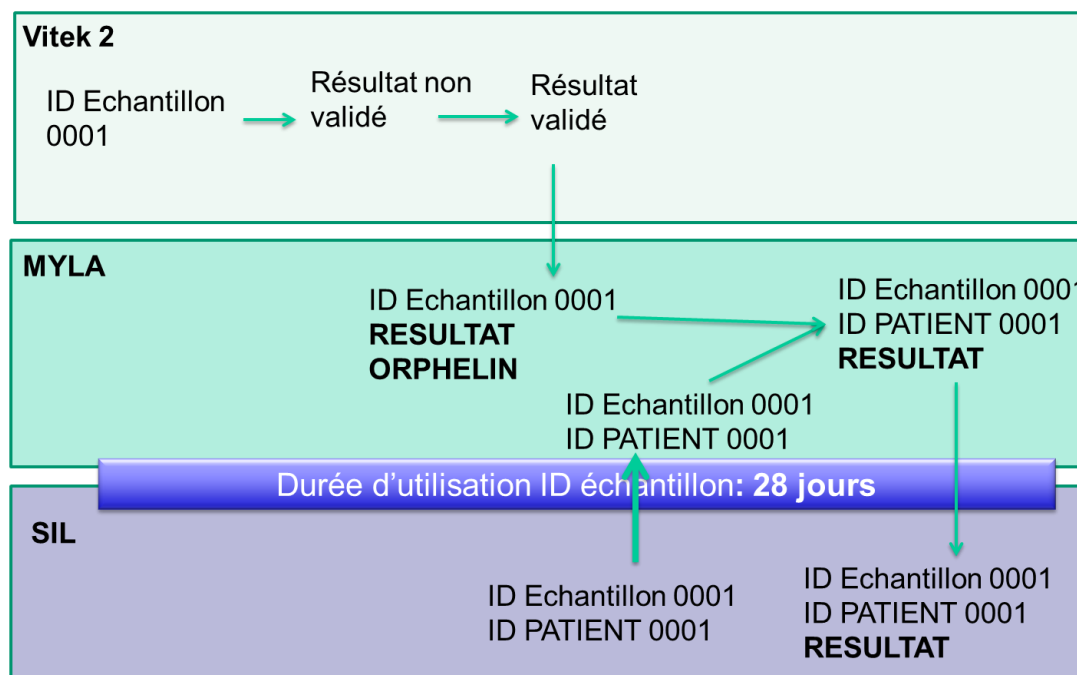

Figure 2 Flux de travail échantillon orphelin (inconnu)
Si un ID Echantillon non "actif" est trouvé, MYLA® gère ce résultat comme un "Orphelin" et l'envoie au SIL sans ID Patient. Ce résultat " Orphelin" est sauvegardé par MYLA® dans l'attente d'une demande du SIL contenant les informations de cet échantillon « inconnu » (voir figure 2 ci-dessous Flux normal d'un échantillon orphelin)
- Si il est connu mais non actif, MYLA® créera un nouvel événement d'ID patient ou échantillon pour la durée d'utilisation paramétrée (voir figure 2 Flux normal d'un échantillon orphelin).
- Si il est inconnu, MYLA® créera un patient ou un ID échantillon pour la durée d'utilisation paramétrée (voir figure 2 Flux normal d'un échantillon orphelin)